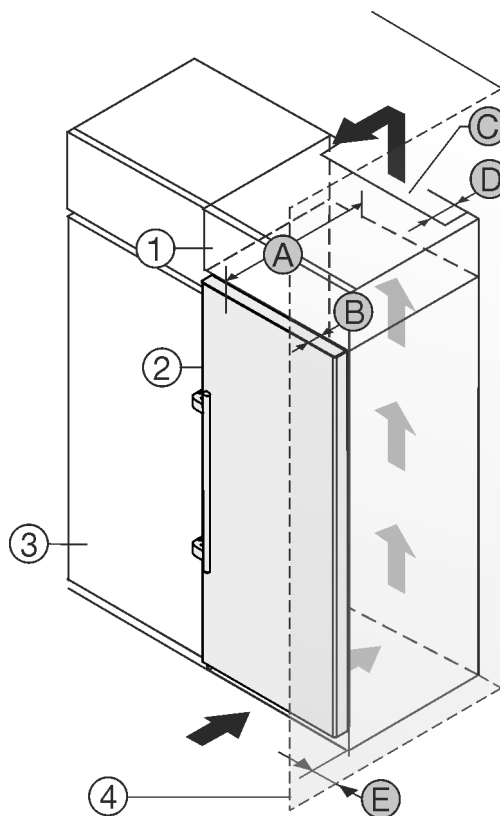

Fig. 1
- (1) Nadgradna omara
- (2) Naprava
- (3) Kuhinjska omara
- (4) Stena
- (A) Globina naprave
- (B) Globina vrat
- (C) Presek prezračevanja
- (D) Odmik hrbtne strani naprave
- (E) Odmik do strani naprave
Aparat lahko postavite neposredno ob kuhinjsko omaro Fig. 1 (3).
Na zadnji strani nadgradne omare mora biti zaradi prezračevanja in odzračevanja po vsej širini nadgradne omare prezračevalni jašek globine Fig. 1 (D).
Pod stropom je treba upoštevati presek prezračevanja Fig. 1 (C).
Če aparat postavite s tečaji ob steni Fig. 1 (4), mora razdalja med aparatom in steno znašati vsaj 57 mm. To ustreza velikosti ročaja pri odprtih vratih.
Da lahko vrata povsem odprete, mora aparat štrleti ven vsaj za globino vrat Fig. 1 (B) glede na sprednji del kuhinjske omarice. Odvisno od globine kuhinjskih omaric Fig. 1 (3) in uporabe stenskih distančnikov lahko aparat štrli bolj ven.